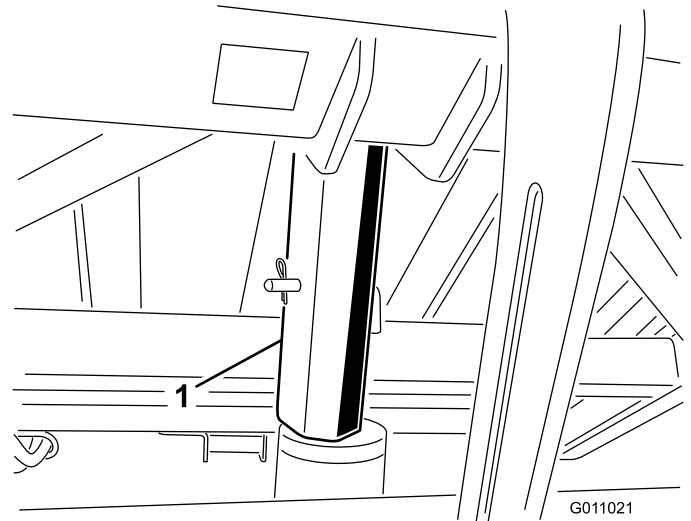

Figura 26
3. Instale el soporte de seguridad de la tolva sobre la varilla del cilindro, asegurándose de que el extremo del soporte descance contra el cilindro y el extremo de la varilla (Figura 26).